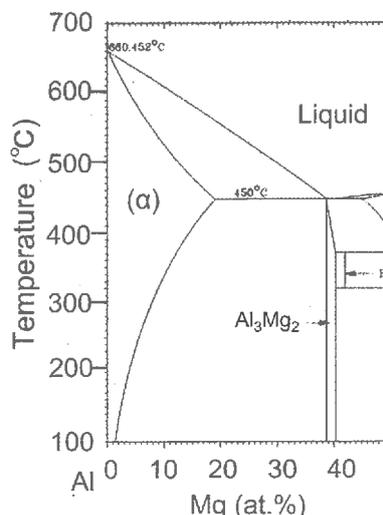

図 1. Al 側の Al-Mg 平衡状態図 Fig. 1 Al-Mg equilibrium diagram on the Al side.
(1) マグネシウム(Mg)およびアルミニウム(Al)は, それぞれ最密六方構造および面心立方構造である。それぞれの結晶構造を作画せよ。
(2) Mg および Al の原子半径は, それぞれ 0.145nm, 0.118nm である。Mg および Al の完全結晶の格子定数を求めよ。また, 各単位胞に含まれる原子数を求めよ。
(3) Mg および Al 結晶の室温におけるすべり面, すべり方向をミラー指数によって示せ。また, Mg および Al 結晶の単位胞中のすべり面, 各すべり面でのすべり方向の数を示せ。
(4) 図 1 は, Mg-Al の Al 側の平衡状態図である。Al 元素の一次固溶体 α への Mg 元素の 200°C および 400°C での Al に対する Mg の固溶限濃度を示せ。また, Al-10at%Mg 合金を 450°C で α 単相とした後, 急冷した。その後, 室温で保持した際の, 時間に対する硬さの関係を図示せよ。また, なぜそのような関係になるのか理由を示せ。
(1) Magnesium (Mg) and aluminum (Al) have hexagonal close-packed and face-centered cubic structures, respectively. Draw each crystal structure.
(2) The atomic radii of Mg and Al are 0.145nm and 0.118nm, respectively. Calculate the lattice constants of perfect crystals of Mg and Al. Then, indicate the number of atoms contained in each unit cell.
(3) Indicate the slip plane and slip direction of Mg and Al crystals at room temperature by Miller indices. Also, indicate the number of slip planes and slip directions on each slip plane in the unit cell of Mg and Al crystals.
(4) Fig. 1 shows the equilibrium phase diagram of Mg-Al on the Al side. Show the solid solubility limits of Mg to Al at 200°C and 400°C, respectively. Al-10at%Mg alloy was quenched after changing it into α single phase at 450°C. After that, illustrate quantitatively the relationship between hardness and exposure time when held at room temperature, and explain the reason why this relation exists.